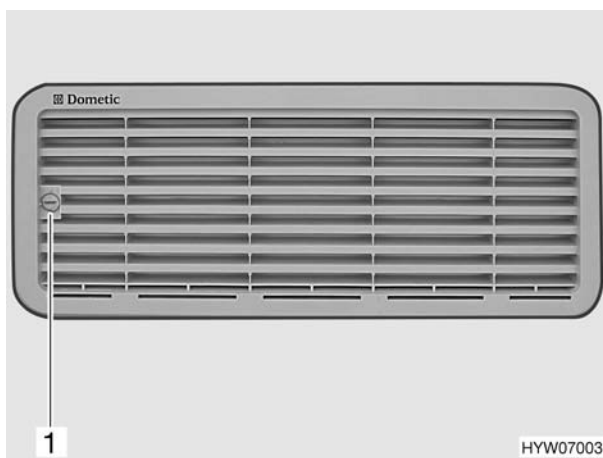

Fig. 87 Griglia di aerazione del frigorifero
- Con l'ausilio di una moneta ruotare la vite (Fig. 87,1) di un quarto di giro.